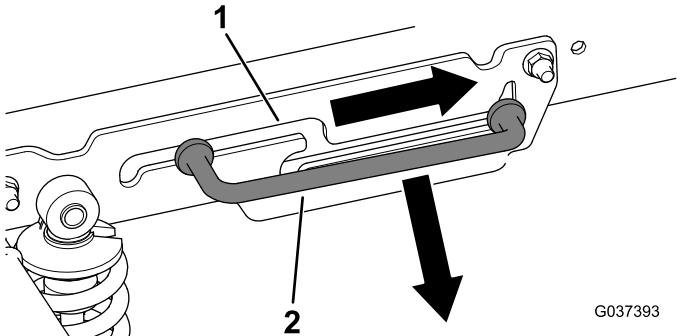

図 3
3. 支え棒を前に倒してディテントから外し、車体から取り外す 図 3。